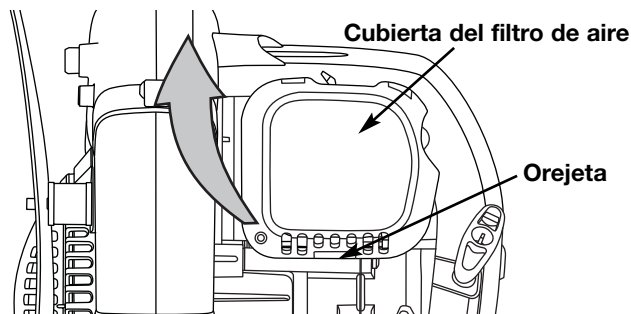

Fig. 23
1. Abra la cubierta del filtro de aire. Empuje hacia adentro la orejeta del lado derecho de la cubierta, y extraiga la cubierta del filtro de aire hacia afuera y hacia la izquierda (Fig. 23).